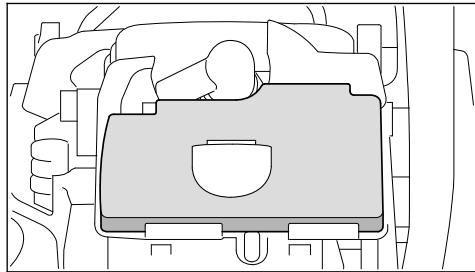

Рис. 54
- Нажать стопор рычага газа и одновременно рычаг газа, а также комбинированный рычаг установить в положение закрытой воздушной заслонки |→| (рис. 54).